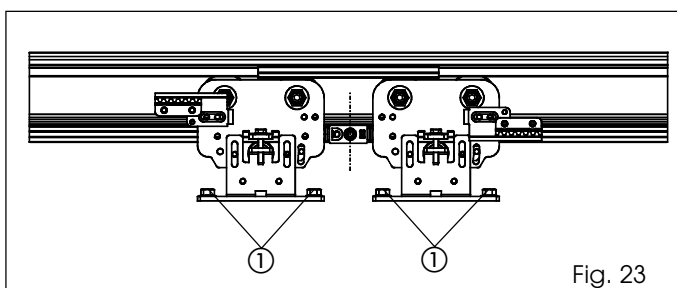

Fig. 23
Les portes série 940 SMT sont fournies avec les chariots ayant la butée au niveau du bord de fermeture (fig. 23). S'il est nécessaire de régler le centre de la porte, agir comme suit:
- Desserrer les vis de fixation (fig. 23 réf. ①) du chariot concerné. Approcher le chariot de la butée jusqu'à ce qu'on obtienne le contact entre les deux.